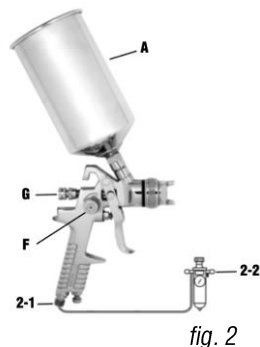

fig. 2
1. Ouvrez le godet (A), remplissez-le avec le liquide désiré et fermez solidement (fig. 2).